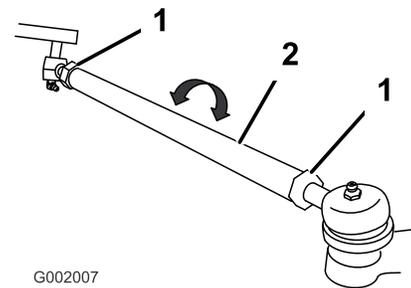

図 52
5. 前後の測定値の差が所定範囲にない場合、タイロッド両端のジャムナットを外して調整を行う **図 52**。